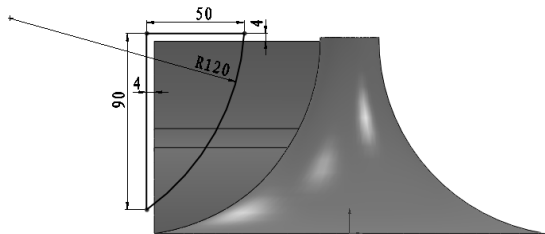

图 4-133 绘制草图
**09** 绘制草图。单击“草图”控制面板中的“直线”图标和“三点圆弧”图标，绘制草图，结果如图 4-133 所示。